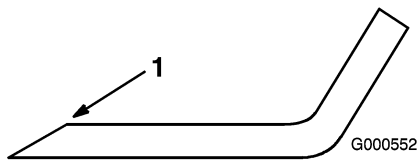
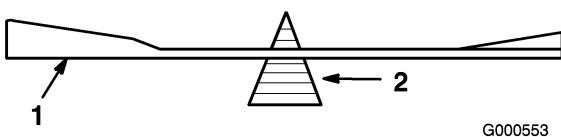

Figura 41
Figura 42
- Utilice una lima para afilar el borde de corte en ambos extremos de la cuchilla (Figura 41). Mantenga el ángulo original. La cuchilla permanece equilibrada si se retira la misma cantidad de material de ambos bordes de corte.
- Verifique el equilibrio de la cuchilla colocándola sobre un equilibrador de cuchillas (Figura 42). Si la cuchilla se mantiene horizontal, está equilibrada y puede utilizarse. Si la cuchilla no está equilibrada, rebaje algo el metal en la parte de la vela solamente (Figura 41). Repita este procedimiento hasta que la cuchilla esté equilibrada.